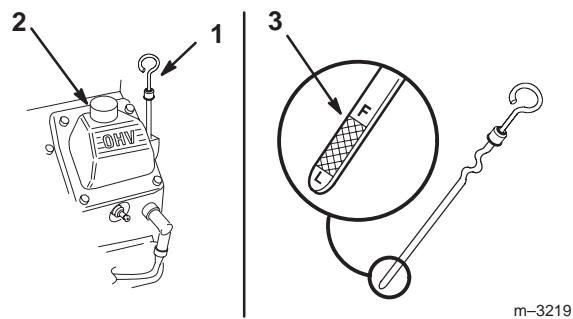

Figure 35
2. Nettoyez la surface autour de la jauge d'huile (Fig. 35) pour éviter que des impuretés s'introduisent dans le goulot de remplissage, ce qui risquerait d'endommager le moteur.
3. Sortez la jauge d'huile et essuyez soigneusement l'extrémité métallique (Fig. 35).
4. Enfoncez la jauge complètement dans le goulot de remplissage. Sortez de nouveau la jauge et examinez l'extrémité métallique (Fig. 35). Si le niveau est bas, versez lentement une quantité d'huile suffisante dans le goulot de remplissage pour amener le niveau au repère du plein (FULL).
**Important** Ne remplissez pas excessivement le carter sous peine d'endommager le moteur. Ne faites pas tourner le moteur si le niveau d'huile est en dessous du repère minimum (L), au risque d'endommager le moteur.
5. Versez lentement environ 80% de la quantité d'huile spécifiée à la page 32 dans le goulot de remplissage (Fig. 35). Vérifiez le niveau d'huile (voir Contrôle du niveau d'huile, page 32). Faites l'appoint avec précaution pour amener le niveau au repère du plein.